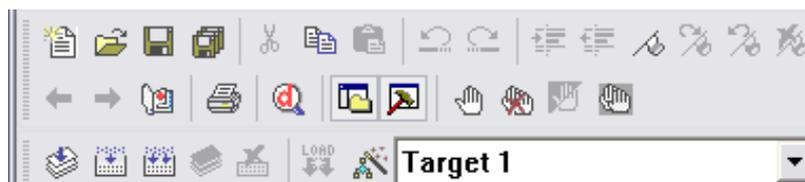

图 4.7
10) 点击工具栏“Options for target”按钮，图 4.7 箭头所示